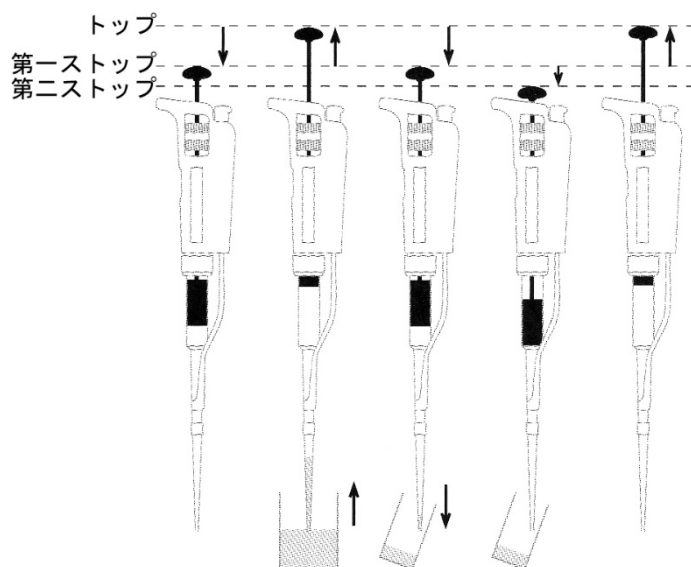

図4 プッシュボタンの動かし方
- 4) プッシュボタンを第一ストップ(図4)まで押し込み、その状態のままピペットチップの先端を液につけ、ゆっくりかつ滑らかにプッシュボタンをトップまで戻すことで液を吸い上げる。